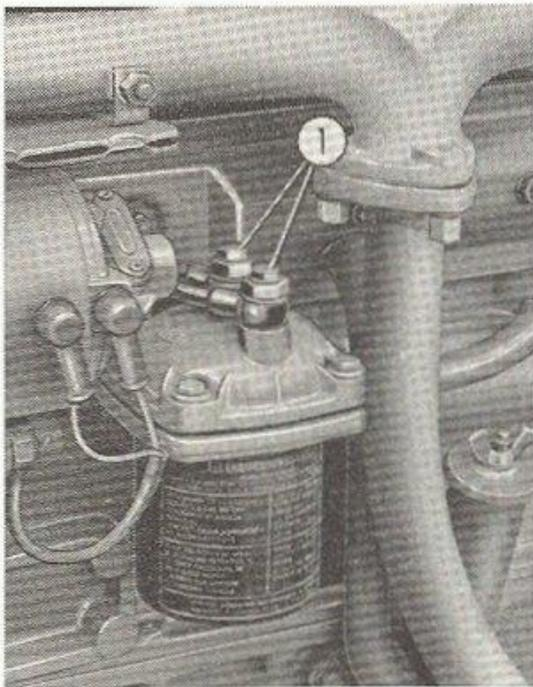
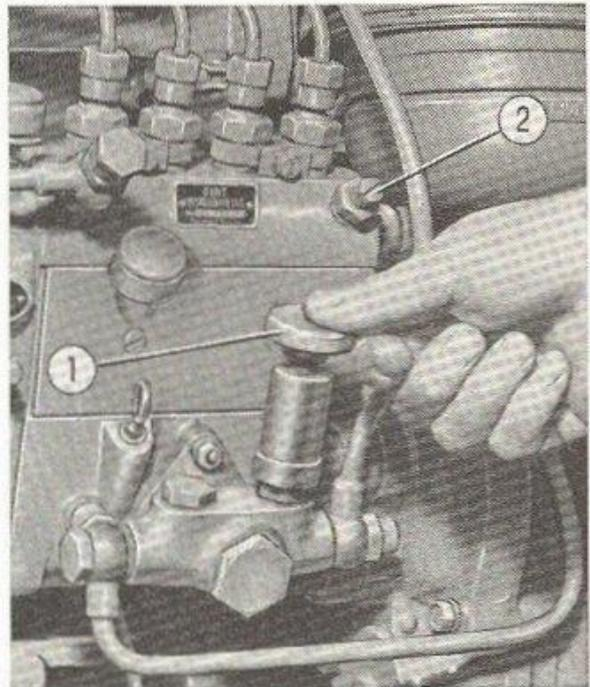

Fig. 8. - Filtre à carburant.
Fig. 9. - Pompes d'injection et d'amorçage.
- Dévisser de deux tours les deux vis situées sur le filtre à gasoil (1, fig. 8); dévisser entièrement le bouton (1, fig. 9) de la pompe d'amorçage et l'actionner jusqu'à quand le gasoil s'écoule sans bulles d'air par le trou prévu sous la tête des vis susdites; serrer alors de nouveau les vis.
- Desserrer de deux tours la vis de purge (2, fig. 9) placée sur la pompe d'injection et actionner encore la pompe d'amorçage; dès que le combustible sortant du trou de cette vis ne contient plus de bulles d'air, resserrer la vis, donner encore quelques coups de pompe et revisser le bouton de la pompe.
4. Dévisser le bouton de la pompe d'amorçage (1, fig. 9) et donner vingt coups de pompe environ en vue de provoquer la circulation du carburant dans les canalisations.